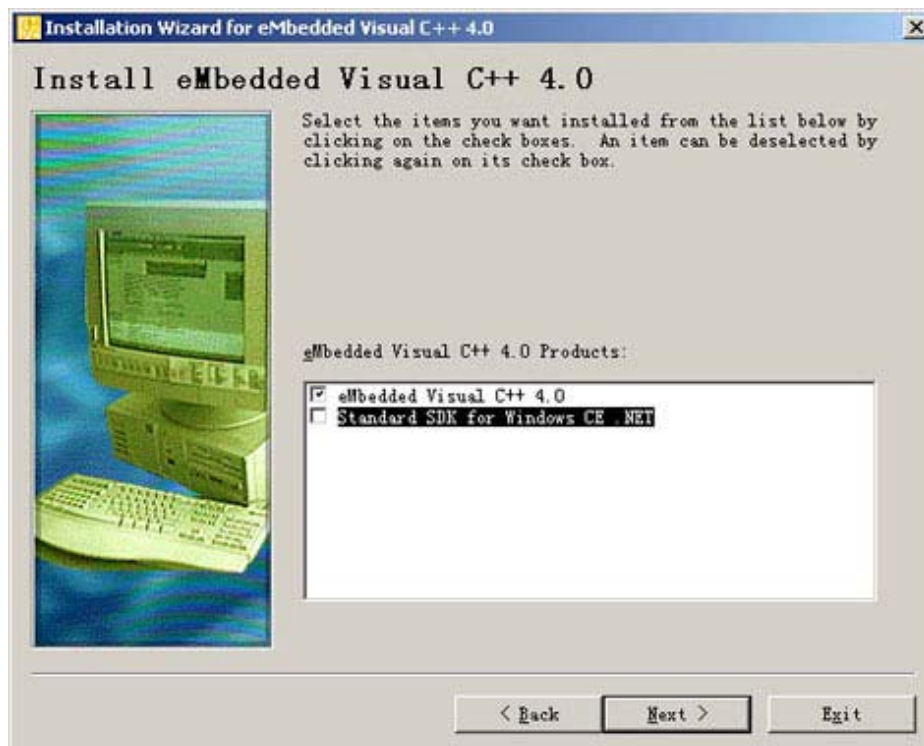

图 3-5 去除 WinCE 的标准 SDK
5、在安装项目选择中去除 **Standard SDK for Windows CE .NET**，如图 3-5。